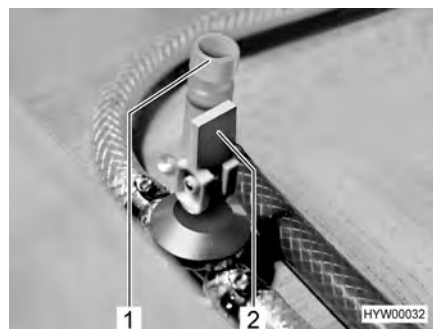

Bild 133 Avtappningskranar för Truma varmvattenberedare
- Stäng alla avtappningskranarna för varmvattenberedaren. Ställ då vipparmen (Bild 133,2) i vågrätt läge och vrid ventillocket (Bild 133,1) medurs.
- Öppna alla avtappningskranarna för varmvattenberedaren. Ställ då vipparmen (Bild 133,2) i vågrätt läge och vrid ventillocket (Bild 133,1) moturs.